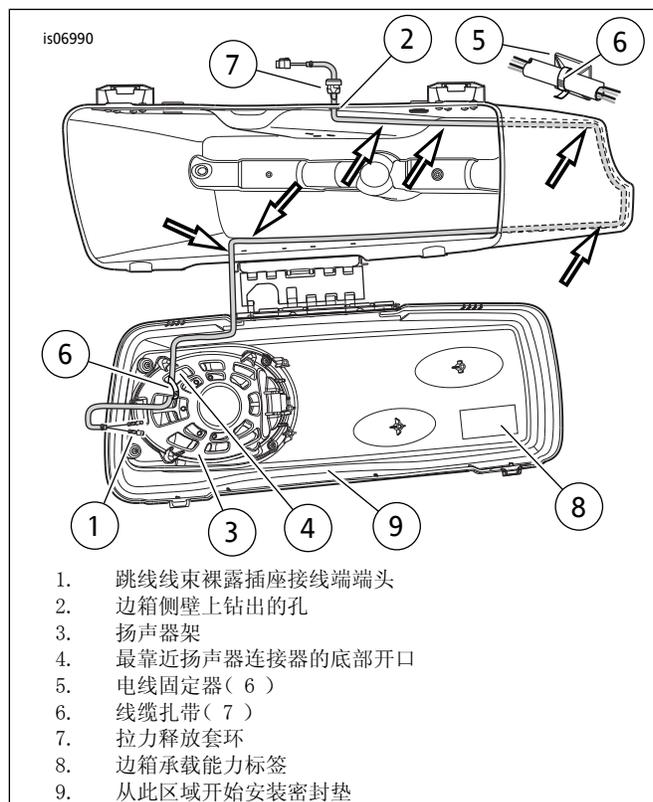

图4。在边箱内侧布线束
- 从盖内侧中心(铰链对侧，参见图4：项目9)开始安装密封垫。
3. 参见图4。将跳线线束的裸露插座接线端(1)端头从外侧插入之前在边箱侧壁上钻出的16 mm (0.62 in)直径孔(2)。布线束：
6. 参见图4。根据本文前面的安装边箱线束部分的说明将边箱扬声器跳线线束铺设至边箱扬声器。使用线缆扎带将边箱扬声器跳线线束固定至放大器线束。